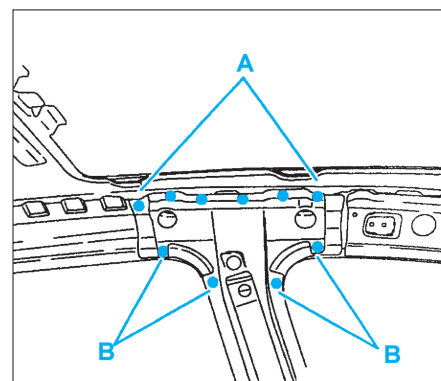

FIG. 82
- points bouchons au MIG suivant (A) et (B) et meuler les bouchons (Fig.82),